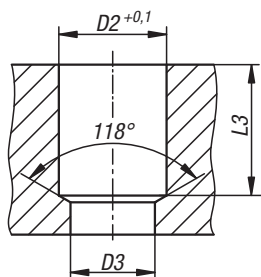

Abb.2
- Otwór stopniowy D2/D3 wykonać zgodnie z kartą danych (rys. 2)
- Tolerancja otworu D2 = $+0,1$ mm (rys. 2)